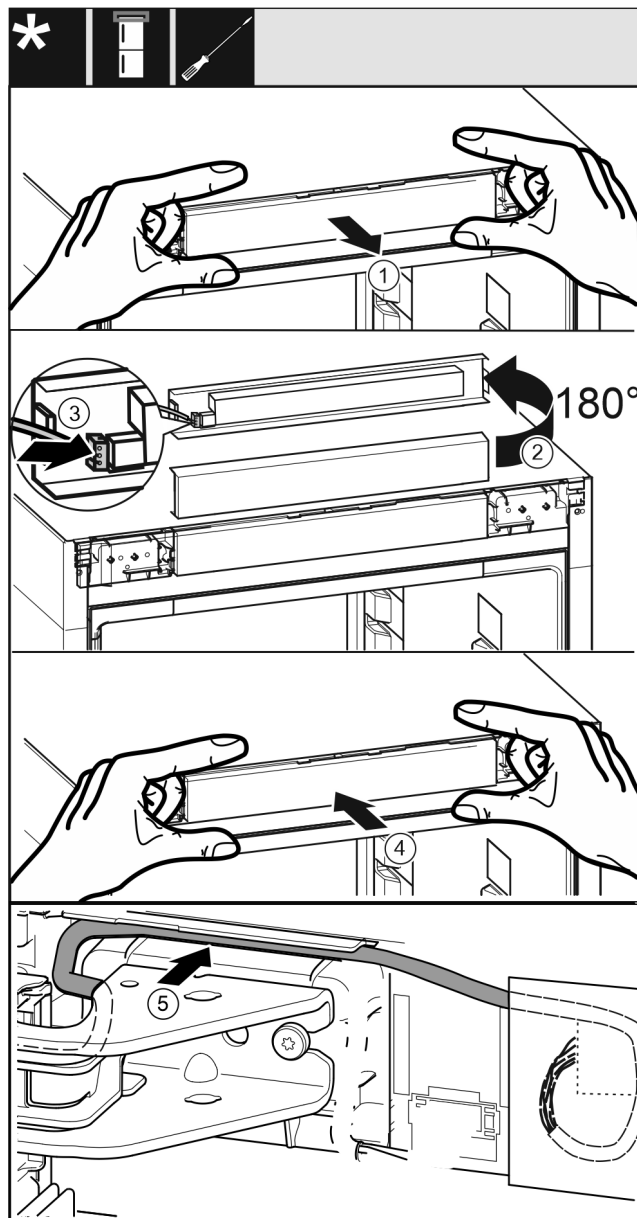

Fig. 57
- Estrarre con cautela la maschera di comando Fig. 57 (1).
- Ruotare la maschera di comando Fig. 57 (2) di 180° verso l'alto.
- Innestare la spina Fig. 57 (3) nella maschera dell'elemento di comando.
- Innestare di nuovo la maschera di comando Fig. 57 (4) sull'apparecchio.
- Posare con cautela il cavo Fig. 57 (5) nella guida sopra il blocco di supporto superiore.